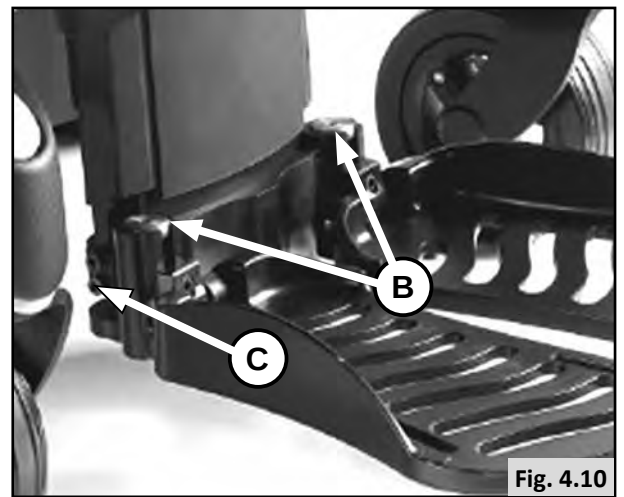

Fig. 4.10
4.4.1 Vooraf instellen van de onderbeenlengte (Fig. 4.10):
- Draai de bouten (2x bouten onderzijde) los en verwijder ze van beide zijden van de voetplaat. (C).
- Draai de bouten aan (2x bouten onderzijde). (C).
- 4 bouten (A) los te draaien
- Schroef B (Fig. 4.10) te draaien om de hoogte van de voetplaat aan te passen.
- 4 bouten (A) aan te draaien